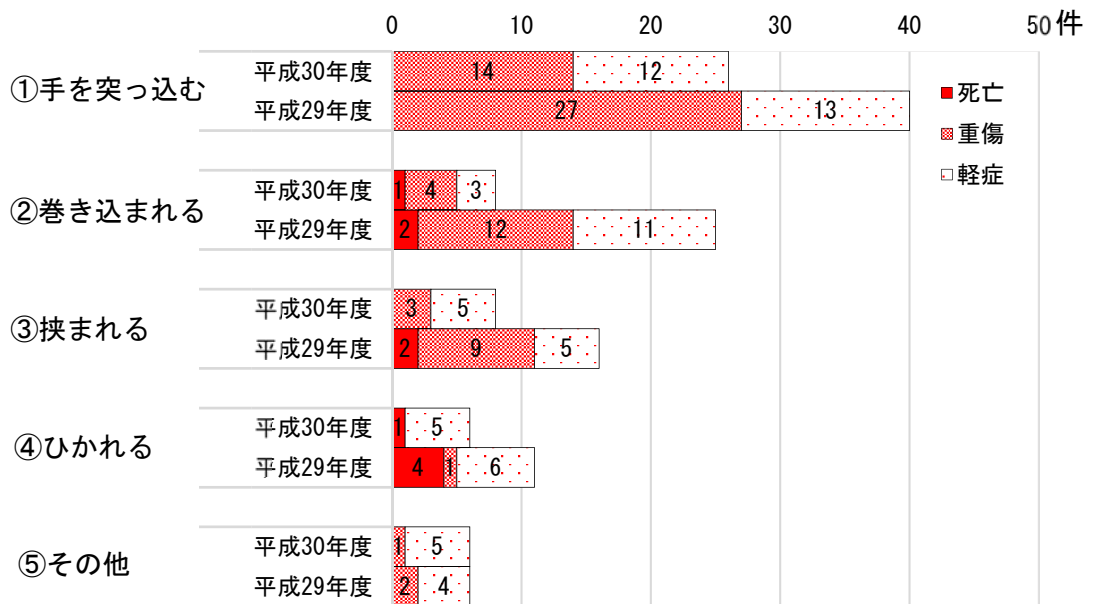

図 2 除雪機による事故件数
(1) 事故件数
降雪期の 11 月から翌年 3 月末までの期間において、12 道県⁴で発生した事故⁵は平成 29 年度に 98 件、平成 30 年度に 54 件でした。このうち、死亡事故は平成 29 年度に 8 件、平成 30 年度に 2 件発生しています。重傷事故については、平成 29 年度に 51 件、平成 30 年度に 22 件発生しています。調査委員会では、これらを、①投雪口に手をつっ込み負傷する事故、②オーガに巻き込まれる事故、③除雪機と壁等に挟まれる事故、④除雪機にひかれる事故の 4 類型に分類しています（図 2）。